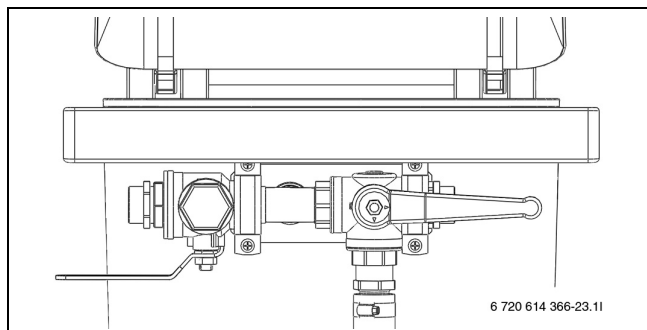

Fig. 27 Fyldestation i fyldeposition
- ▶ Stil fyldestationens ventiler på fyldepositionen, og fyld kredsen med vand og sprit (→ fig. 27).